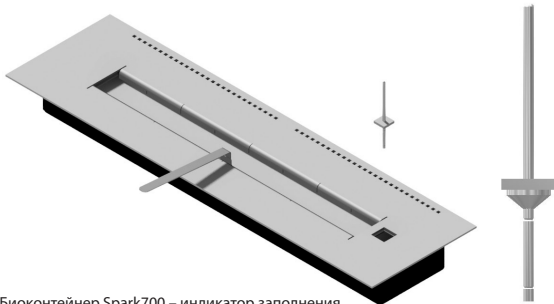

Рис. 2. Биоконтейнер Spark700 – индикатор заполнения
- Если после воспламенения биотоплива огонь погаснет, следует разжечь его еще раз. Огонь достигает нужного цвета и высоты в течение приблизительно 15 минут горения. Его интенсивность можно контролировать с помощью приспособления для регулировки задвижки, прикрывая или открывая ее. Высота пламени должна быть такой, чтобы верхняя часть корпуса биокамина не подвергалась прямому воздействию огня. В процессе горения следует соблюдать безопасное расстояние от биокаминной печи, которое составляет не менее 0,5 м. Расход топлива составляет от 0,5 л/ч до 1 л/ч при максимально открытой задвижке. Уровень биотоплива в биокаминной печи должен находиться в пределах отметок на индикаторе в виде специальных насечек (Рис. 2).